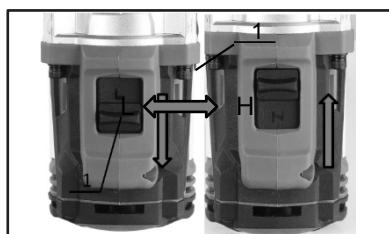

Fig. 3
- Dacă viteza sculei este redusă drastic în timpul funcționării cu selectorul de viteză în poziția "H", împingeți selectorul de viteză în poziția "L" și reporniți funcționarea. (Fig. 3)